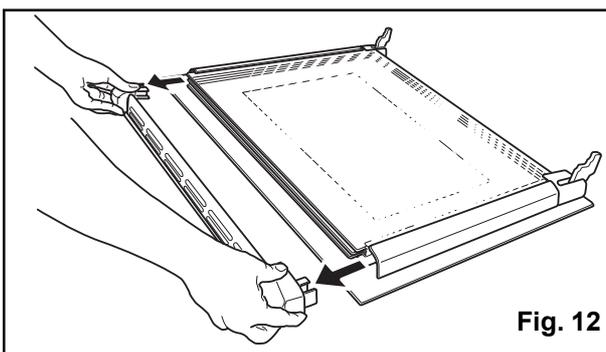

Fig. 12
7. Prenez le support du panneau de verre interne par les côtés droit et gauche puis, extrayez-le des guides. (Fig. 12).